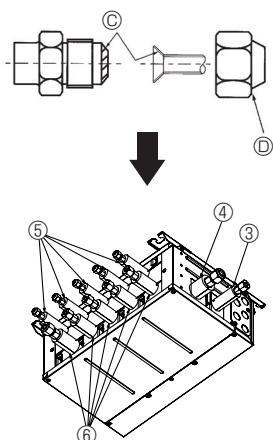

Fig. 7-2
(C) Aplique aceite de refrigeración a la totalidad de la superficie abocardada (Fig. 7-2).